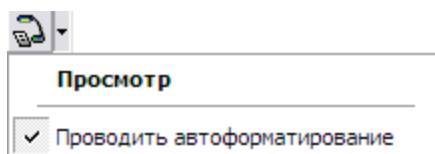

Рис. 3.52
- На панели инструментов **Стандартная** откройте выпадающее меню **Просмотр**  (Рис. 3.52). Если в пункте **Проводить автоформатирование** стоит галочка, то при выходе из редактора модуля данных содержимое документа будет автоматически отформатировано, даже если это не было сделано ранее.